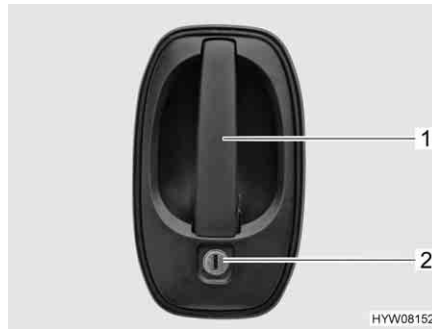

Fig. 17 Serratura della porta di ingresso, lato esterno
- Inserire la chiave nel cilindro della serratura (Fig. 17,2) e ruotare fino a quando la serratura della porta si sblocca.
- Tirare la maniglia della porta (Fig. 17,1). La porta è aperta.
- Inserire la chiave nel cilindro della serratura (Fig. 17,2) e ruotare fino a quando la serratura della porta si blocca.